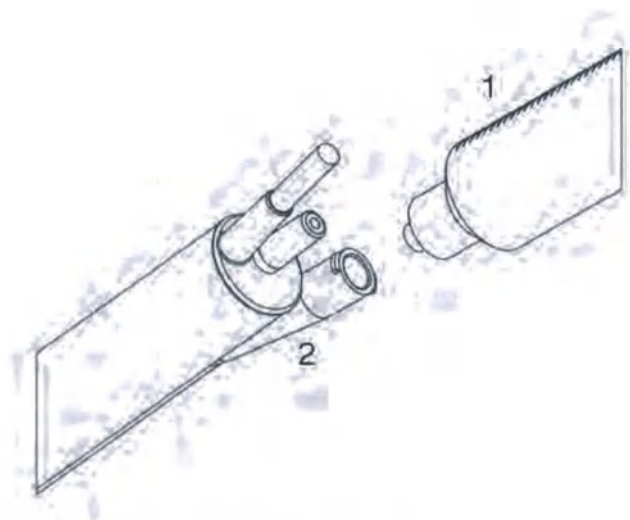

рис. 5.5. Промывка ультразвуковой рукоятки.
- С. Промойте ирригационное отверстие следующим образом (см. рис. 5.5 ниже):